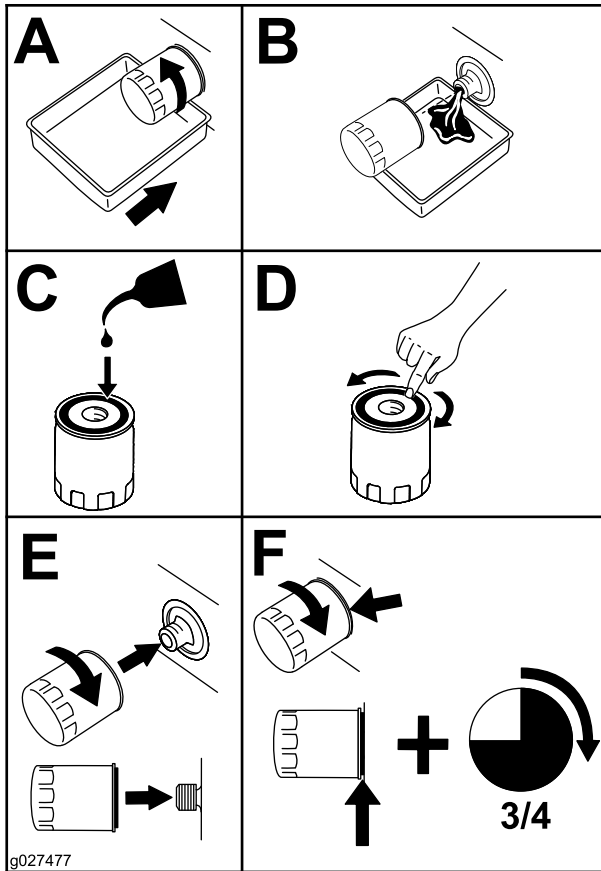

Figure 58
5. Remplacez le filtre à huile moteur (Figure 58).